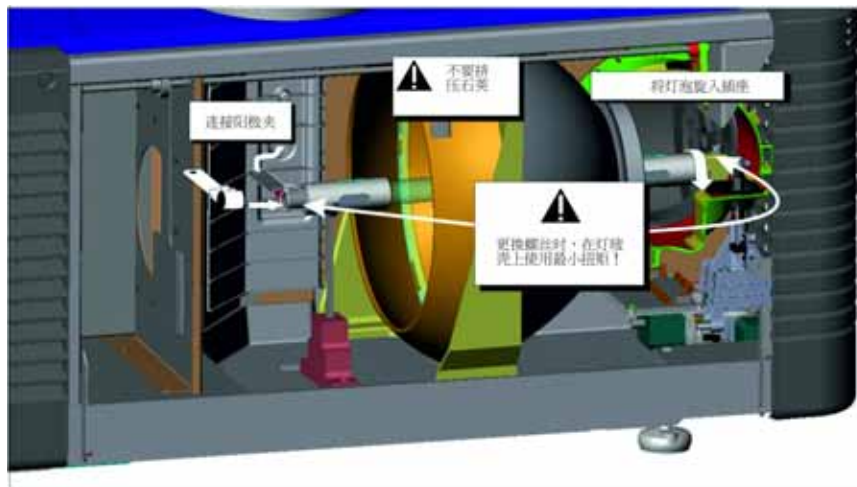

图 6-2 安装灯泡
- 将灯泡有螺纹的阴极 (-) 端插入位于灯泡室后侧的负极灯泡接头螺母中。(图 6-2) 用双手将此端拧入螺纹螺母中并用手拧紧。
- 将灯泡的阳极 (+) 放在阳极叉架上，并将正极灯泡接头滑到灯泡端上。(图 6-2) 使用 5 毫米艾伦内六角扳手与阳极夹一起挤压，确保不在灯泡石英管上施加任何扭矩。**警告！** 对于 CDXL-30SD 灯泡，当灯泡安装在 14 毫米的螺纹内并拧紧紧固螺丝后，确保灯泡阳极端的“扁平”部分（如适用）面向 10 点钟或 2 点钟位置。对于所有其他类型的灯泡，保持灯泡阳极端的“扁平”部分朝上。**警告！爆炸危险 - 不要对灯泡的阳极端施加扭矩。**